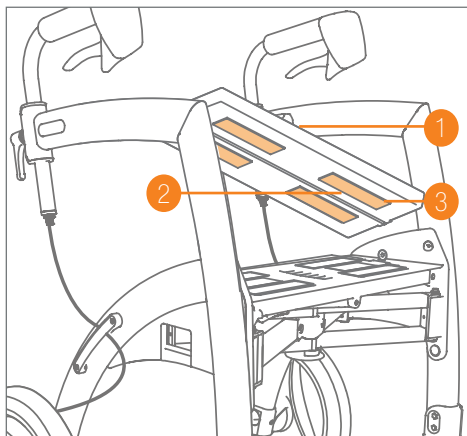

Figure 69: Retirer le coussin de siège du déambulateur.
- a. Retirez le velcro de la housse du coussin du siège (**Figure 69**).